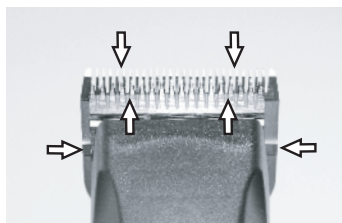

Fig. 24
For å oppnå gode klippemaskinesultater og for å øke levetiden til klippemaskinen og klippehodet, må du påføre et tynt lag med olje mellom det øvre og nedre bladet (fig. 24).
- ▶ Smør bladene tilstrekkelig under klippingen (minst hvert 15. minutt), slik at de ikke går tørre (fig. 24).
Bladene må oljes før, under og etter hver gang de brukes. Hvis knivene på klipperen etterlater striper, er dette en sikker indikator på at du trenger olje. Påfør noen dråper olje foran på sidene av klippebladene (se pilene i fig. 24). Tørk av overflødig olje med en tørr klut. Smøresprayer har ikke nok olje til å opprettholde god smøring, men hjelper til med å kjøle ned bladene. Skadede eller sløve blader må straks skiftes ut for å unngå skader.